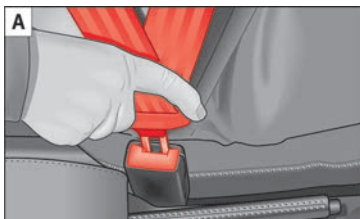

Bild 101 Positionering av säkerhetsbälte vid graviditet.
- För gravida kvinnor måste den nedre delen av säkerhetsbältet sitta så lågt som möjligt över bäckenet, aldrig över magen, och alltid ligga plant så att inget tryck utövas på buken » bild 101.